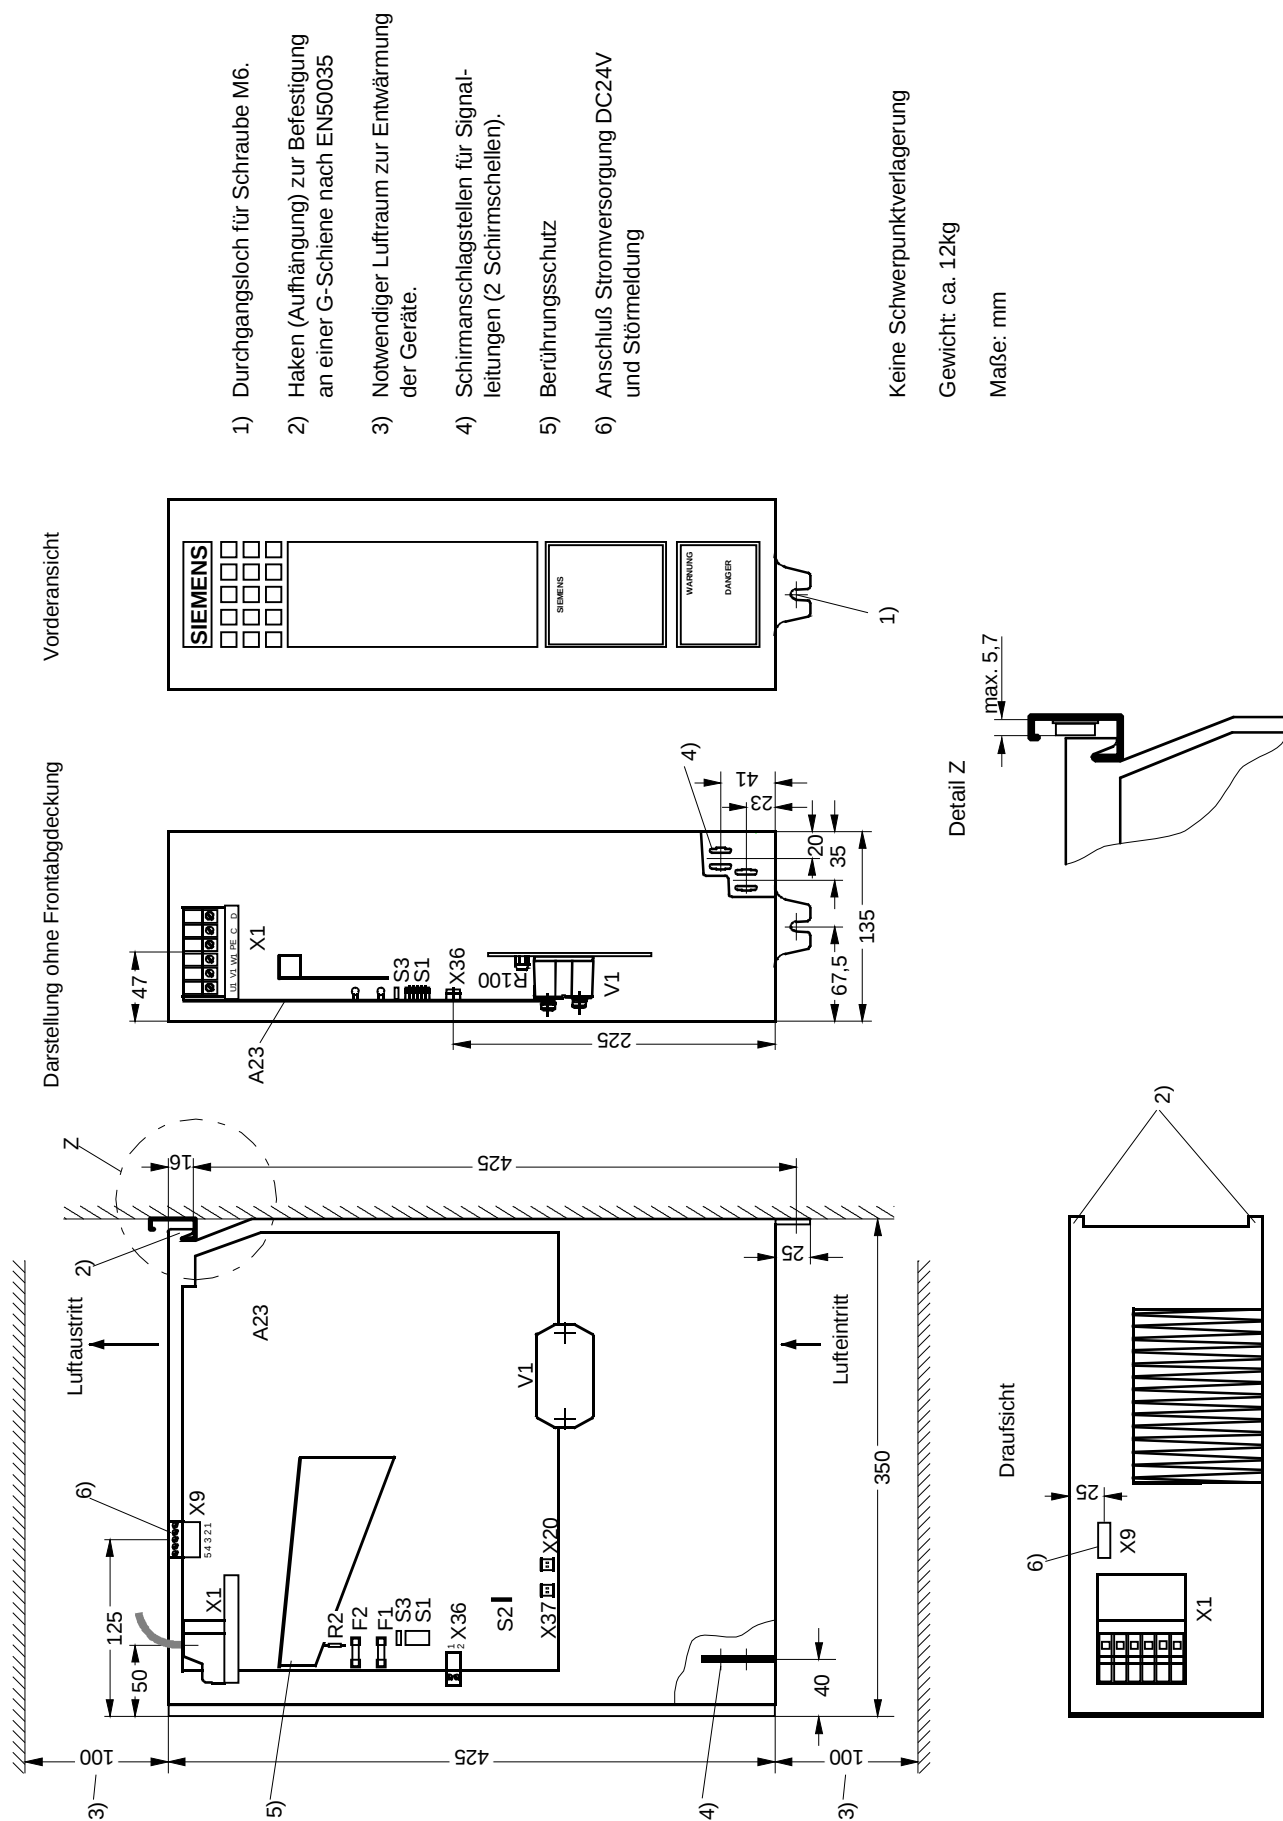

Bild 2.2 Bauform B
- ◆ Maßbild (Bild 2.2 für Bauform B, Bild 2.3 für Bauform C).